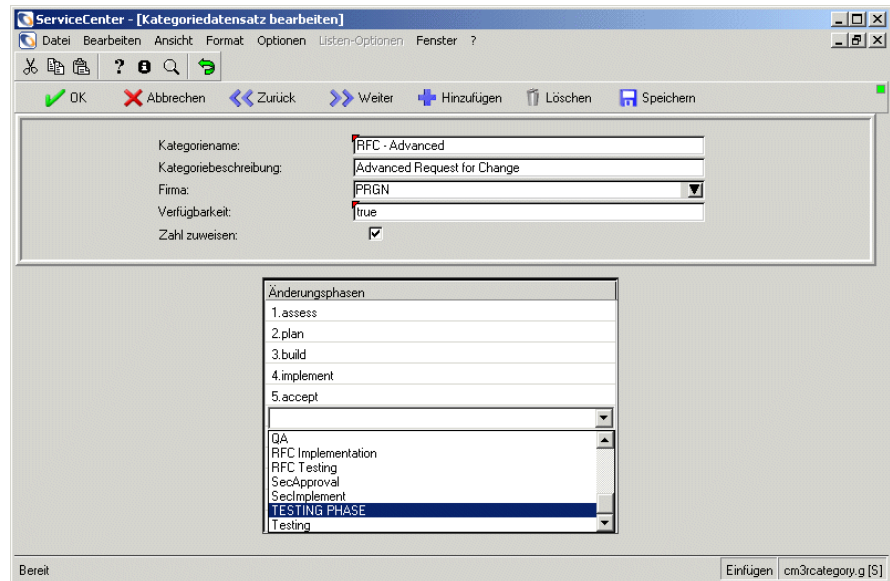

Abbildung 10-40: Wählen Sie den neuen Änderungsphasen-Datensatz aus der QBE-Liste aus.
- Klicken Sie auf die Dropdownliste der Änderungsphasen-Datensätze, die in der Änderungskategorie **Änderungsanforderung - Erweitert** zur Verfügung stehen (siehe Abbildung 10-40).